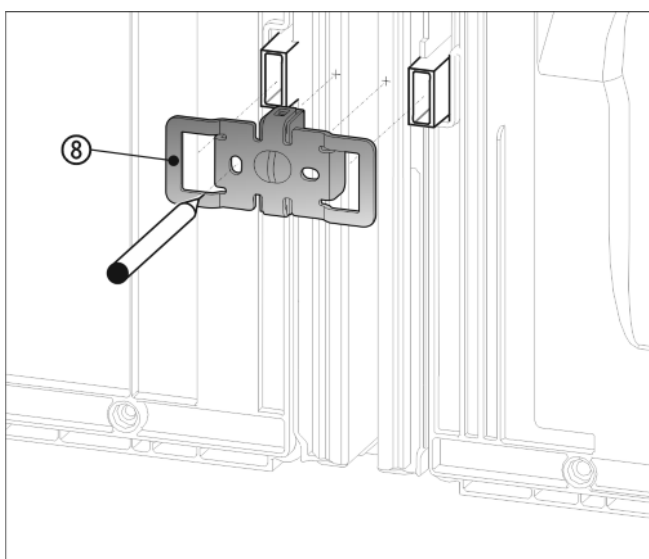

Fig. 10
- ▶ Deslice la escuadra Fig. 10 (8) con las escotaduras sobre el alojamiento de los distanciadores de pared